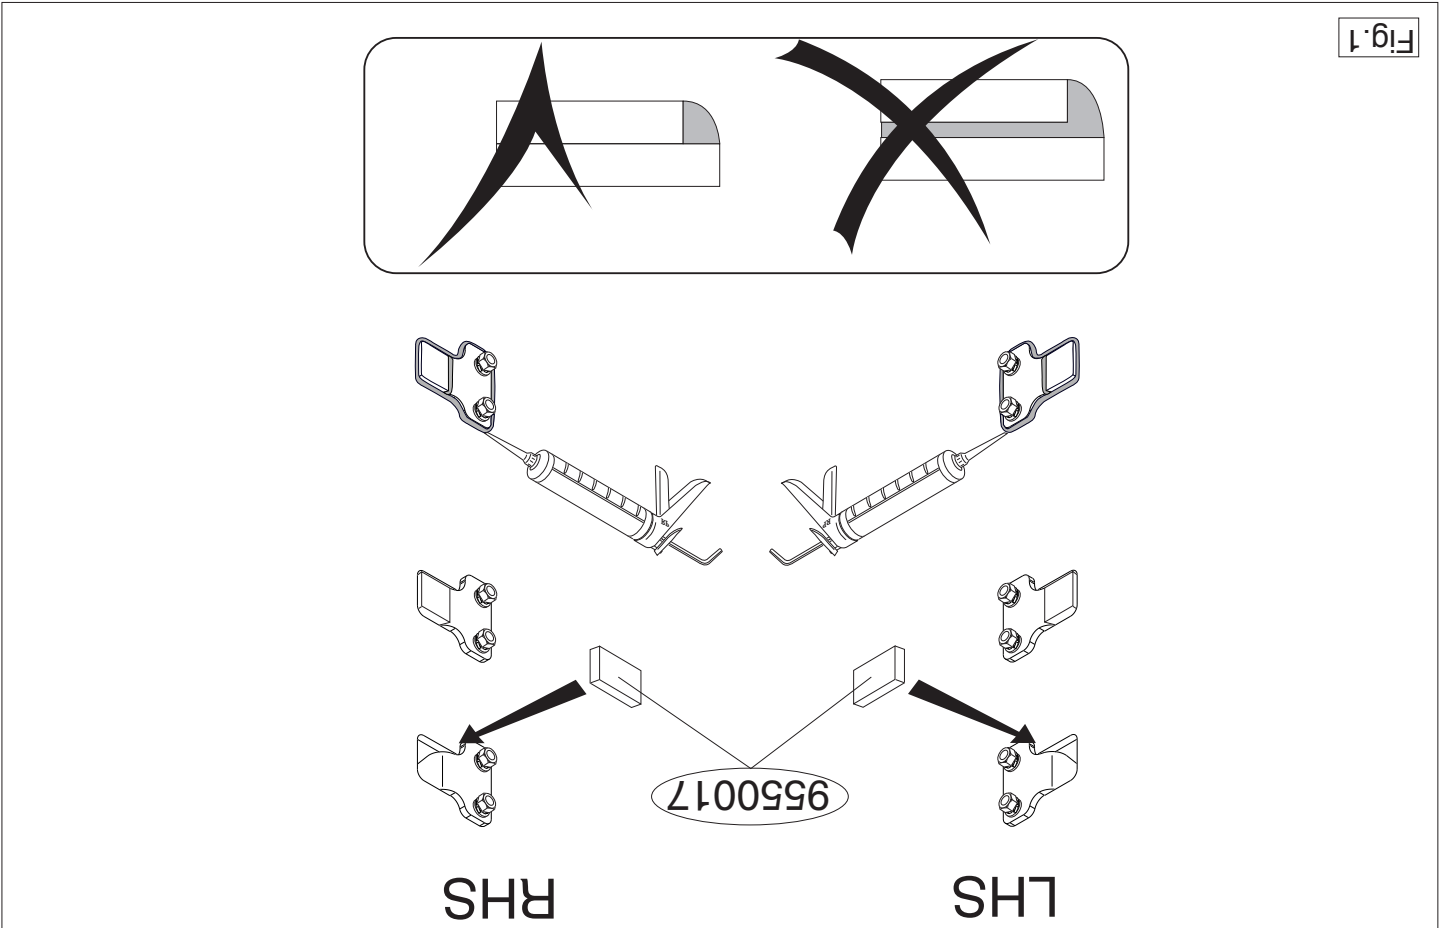

Fig. 1
7. Plaats de twee PE schuimblokken als afdichting en kit de aangegeven delen af (zie fig. 1).
7. Place the two PE foam blocks as spacers and seal the portions indicated (see fig. 1).
7. Die zwei PE-Schaumblocke als Dichtung anbringen und die angegebene Teile kitlen (siehe Abb. 1).
7. Placer les deux blocs de mousse PE en guise de colmatage et boucher les parties indiquées (voir la fig.1).
7. Placera de två PE-skumblocken som distanshållare och tillslut delarna enligt figuren (se fig. 1).